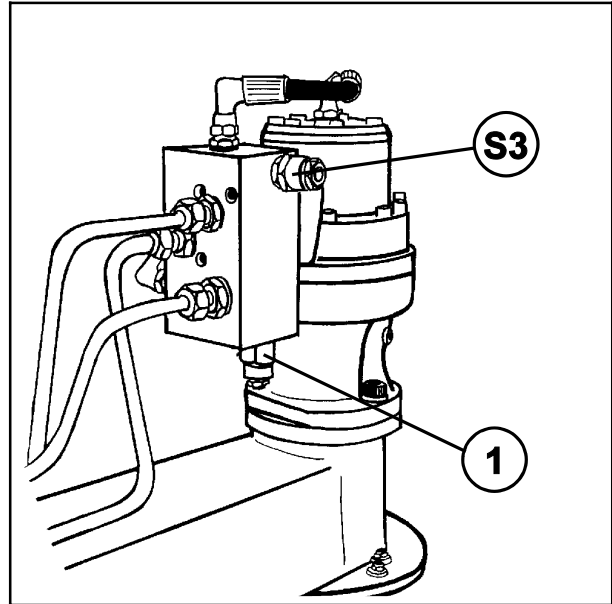

Fig. 14-5
**c) Sikkerhetsventil på minus-siden. (S3, fig.14-5).**
**d) Holdeventil (Oversenterventil). (Pos. 1, fig. 14-5).**